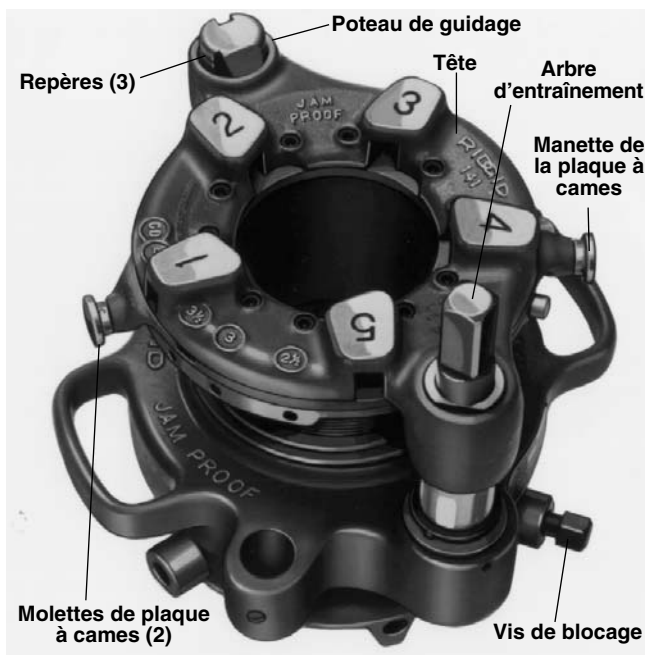

Figure 16 – Fileteuse démultipliée N° 141 montrant les repères de la chemise de pignon et du poteau de guidage
Tenez le support et tournez le carré de l'arbre d'entraînement (ou le bâti de la fileteuse) jusqu'aux repères correspondants du poteau de guidage (Figure 16).
4. Tournez le poteau de guidage jusqu'à ce que l'encoche droite soit orientée vers l'intérieur pour un filetage droit ou que l'encoche conique se trouve à l'intérieur pour un filetage conique. La *Figure 16* montre le poteau de guidage réglé pour un filetage conique.
7. N° 141 et N° 161 – A l'aide de la clé à cliquet, desserrez la vis de blocage (*Figure 16*), tournez le collier de serrage à la position OPEN (ouvert) et retirez le tuyau.